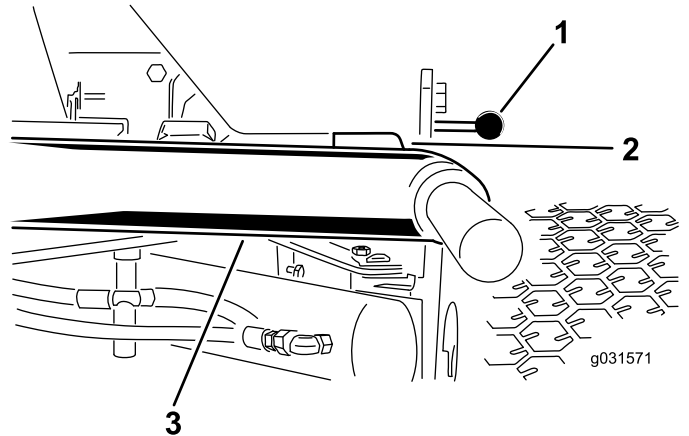

Figure 13
1. Démarrez le moteur, élevez les unités de coupe et vérifiez qu'un espace de 5 à 8 mm sépare chaque bras de levage et le support de la plaque de plancher, comme montré à la Figure 13.